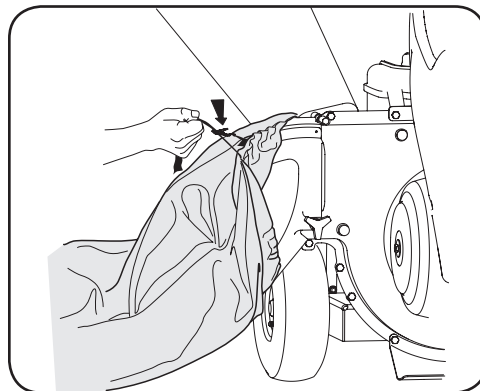

Figura 3-2
7. Oprima la hebilla de seguridad para soltar la tira de extracción de la bolsa antes de soltarla del deflector del canal. Vea la Figura 3-2.